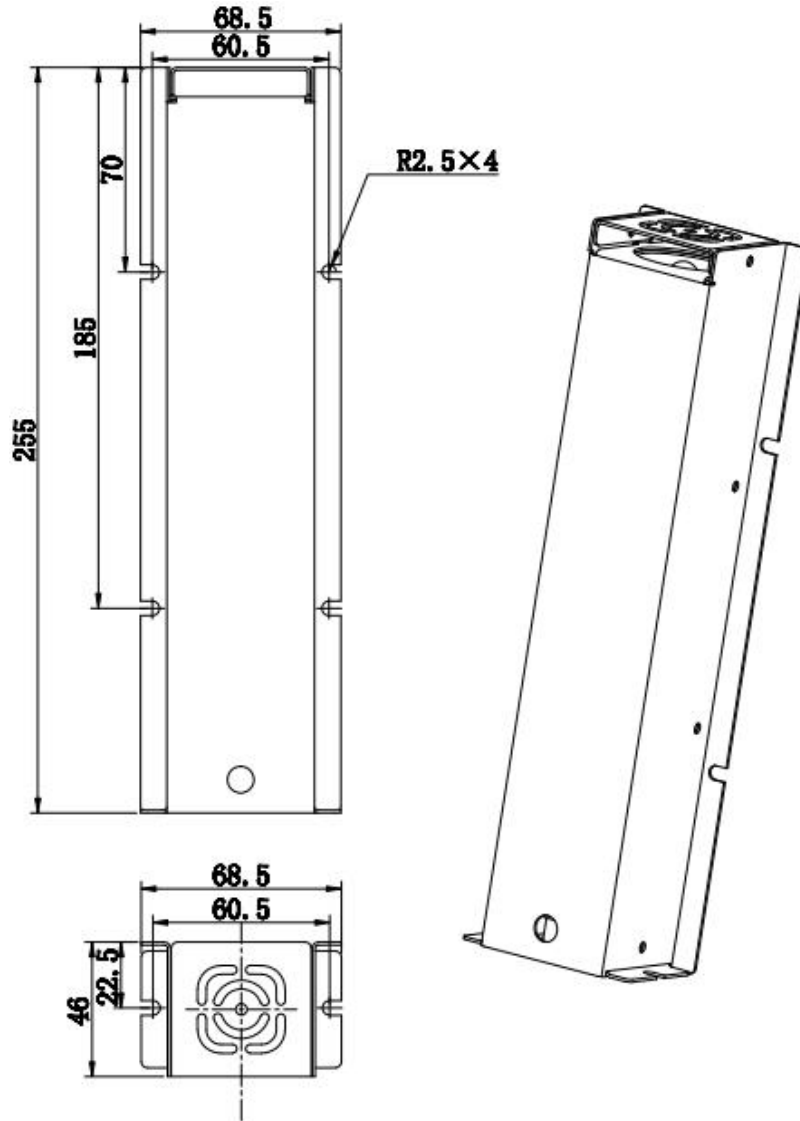

图1 FT-0. 3G/S-Q/S外形尺寸图
7.1 根据防护空间体积计算所需组合串联FT-0.3G/S-Q/S热气溶胶灭火装置数量，确定好数量后，将灭火装置组合固定，产品外形尺寸如图1所示；